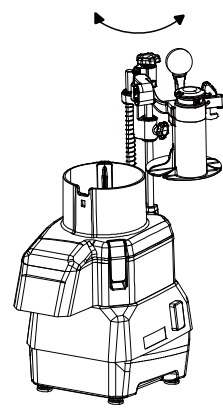

Abb.11
4.4.3.10 Modell GEA4, drehen Sie den Arm gegen den Uhrzeigersinn und im Uhrzeigersinn, um zu prüfen ob die Maschine in gutem Zustand ist wie in Abbildung 11 gezeigt.